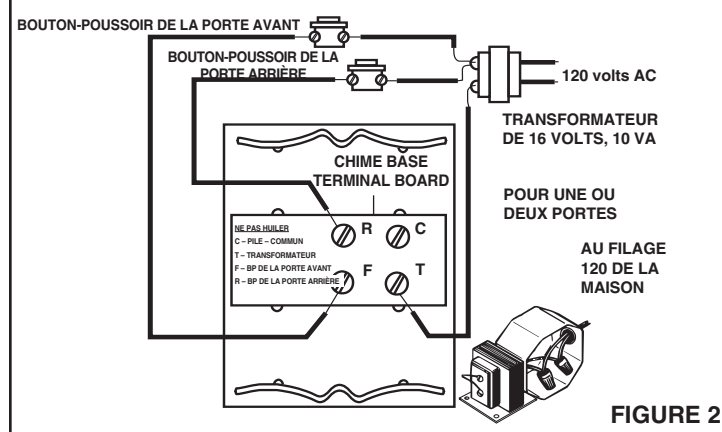

FIGURE 2
2. Passez les fils tel qu'illustré dans la figure 2 dans le cas d'une installation à l'aide d'un transformateur.
Veuillez consulter la figure 2. Connectez les fils du bouton-poussoir et du transformateur aux vis du terminal marquées « Avant » (Front), « Transformateur » (Transformer) et « Arrière » (Rear).